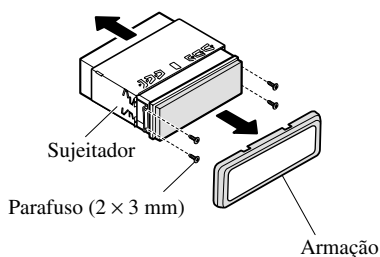

Fig. 15
- Retire a armação e o sujeitador. (Fig. 15)